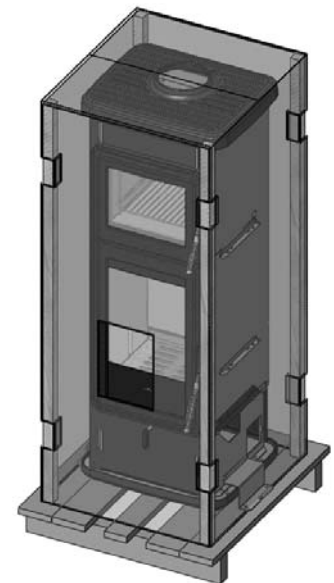

Abb. 1 - Verpackung des Kaminofens Sava
- eine Verpackung enthält den Kaminofen (Abb. 1);